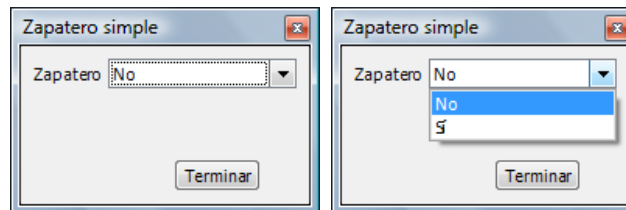

Figura 76 (zapatero simple)
- Zapateros: pinchando sobre el botón ***zapatero simple*** se selecciona la opción de poner zapatero simple o no, mediante una lista desplegable con la opción de sí y no. Una vez terminada la selección se pincha *terminar*. En la siguiente figura 76 se puede ver el formulario zapatero simple y su lista desplegable.